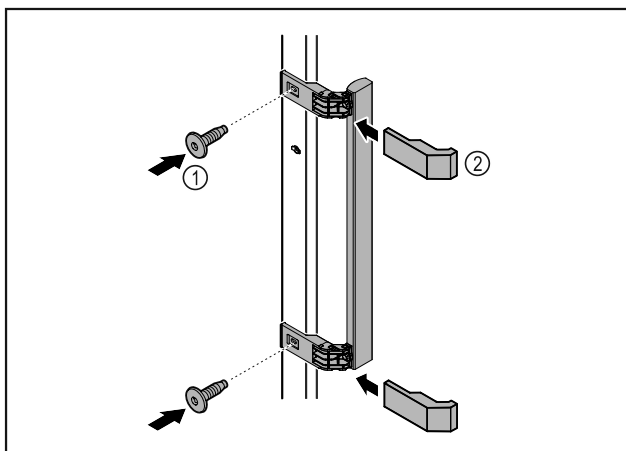

Fig. 46
- ▶ Szerelje fel az ajtóra a kilincset a csomagban található csavarok Fig. 46 (1) segítségével.
- ▶ Helyezze fel a fedelet Fig. 46 (2).